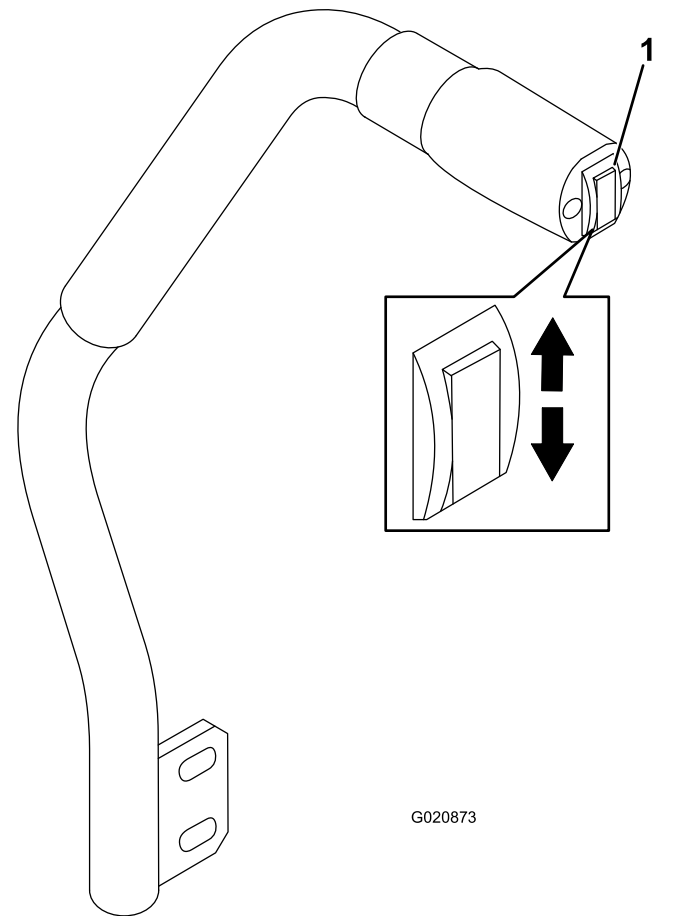

Bild 21
Mit dem Mähwerkhubschalter senken Sie das Mähwerk ab und heben es an (Bild 21). Der Motor muss bei der Verwendung des Hebels laufen.
- Drücken Sie den Mähwerkhubschalter nach unten, um das Mähwerk abzusenken (Bild 21).
- Drücken Sie den Mähwerkhubschalter nach oben, um das Mähwerk anzuheben (Bild 21).
1. Drücken Sie den Mähwerkhubschalter bei laufendem Motor nach oben, bis das Mähwerk ganz angehoben ist, und lassen Sie den **Schalter sofort los** (Bild 21).